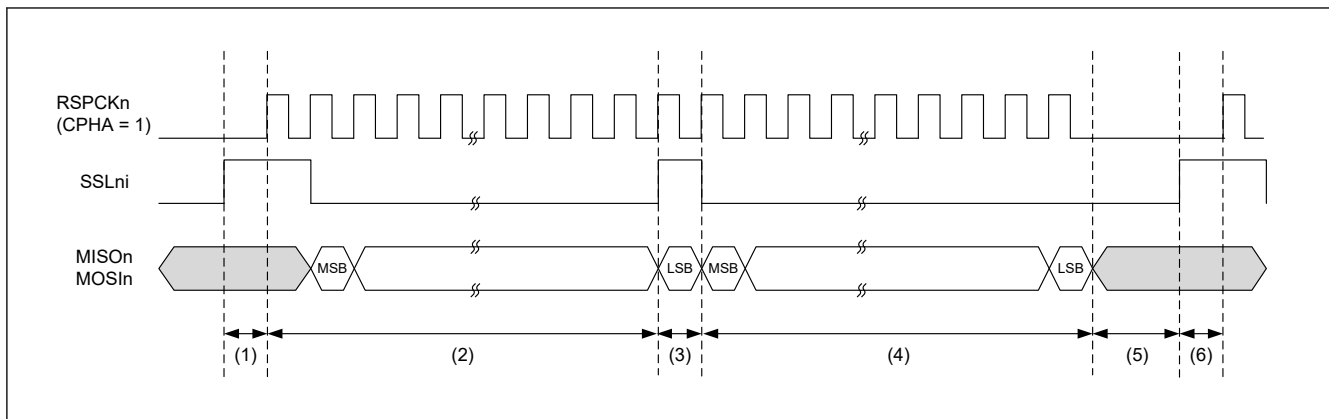

図 33.62 バースト転送の動作例 (SPFRF = 1)
- SPI コマンドレジスタ (SPCMD) の SSLni 信号レベル保持ビット (SSLKP) が 1 で、SPI コントロールレジスタ (SPCR) のバースト転送フレーム遅延選択ビット (BFDS) が 1 のときの SPCMD0~SPCMD1 を図 33.62 に示します。設定によりバースト転送を実現した場合の SSLni 信号動作とシリアルデータ MISO_n/MOSI_n の例を以下に示します。SSLni 出力信号の極性は、SPI SSLi 信号極性ビット (SPCR3.SSLiP) ($i = 0 \sim 3$) の設定値で決まります。